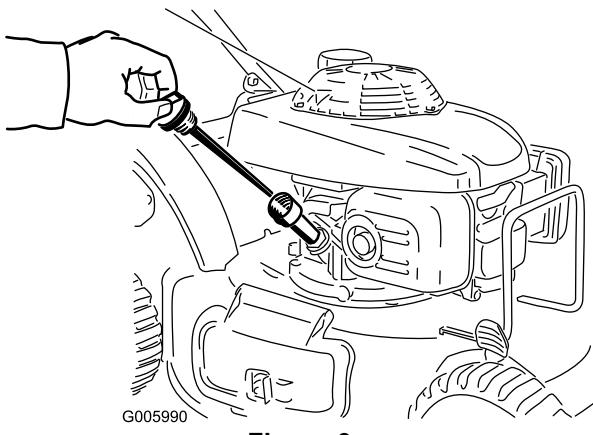

Figura 9
2. Vierta aceite **lentamente** por el tubo de llenado de aceite, comprobando el nivel con la varilla de vez en cuando, hasta que la varilla indique que el motor está lleno, tal como muestra Figura 9. **No llene demasiado.** (Capacidad máxima: 0,55 l (20 onzas), tipo: aceite detergente SAE 30W con clasificación de servicio API SH, SJ, SL o superior.)
1. Retire la varilla (Figura 9).